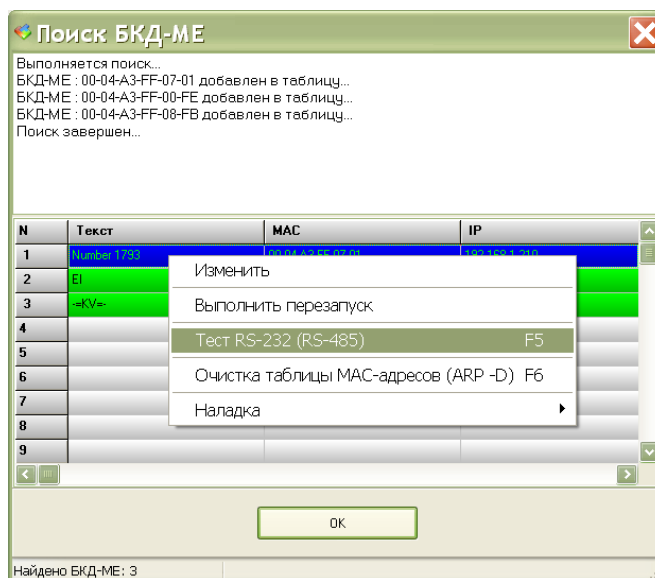

Рисунок 31
- 4) Выделить проверяемый БКД-МЕ в списке найденных блоков, в контекстном меню выбрать команду «Тест RS-232(RS-485)» (рисунок 31).
- 3) Выделить проверяемый БКД-МЕ в списке найденных блоков, в контекстном меню выбрать команду «Тест RS-232(RS-485)» (рисунок 31).